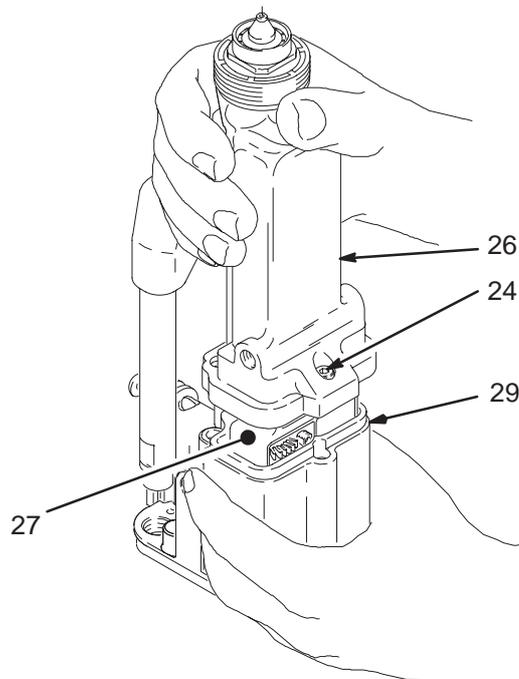

Fig. 34
4. Afloje los tres tornillos (24) con la llave esférica (77—no representada). Vea la Fig. 34.
5. Sostenga el cuerpo de la pistola (29) con una mano y empuje el cañón (26) hacia fuera, teniendo cuidado de mantenerlo recto.